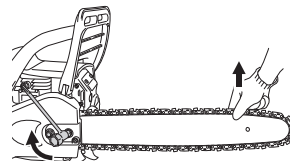

Fig. 7
8. Levante el extremo de la barra y apriete firmemente las tuercas de fijación de la barra guía con la llave combinada. (Fig. 7)